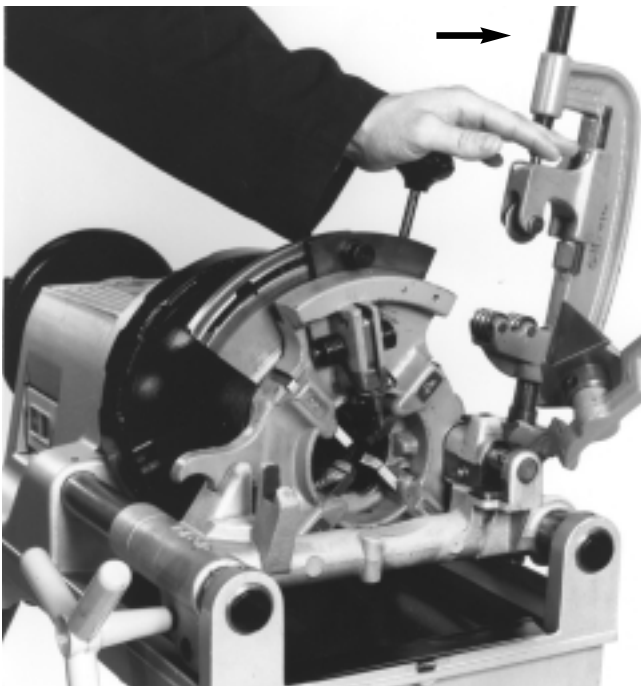

Figura 8 – Cómo levantar el cabezal de retroceso
3. Con el cabezal de terrajas en la posición de funcionamiento, empuje firmemente la palanca de enderezado para fijar el cabezal de terrajas. (Figura 8)